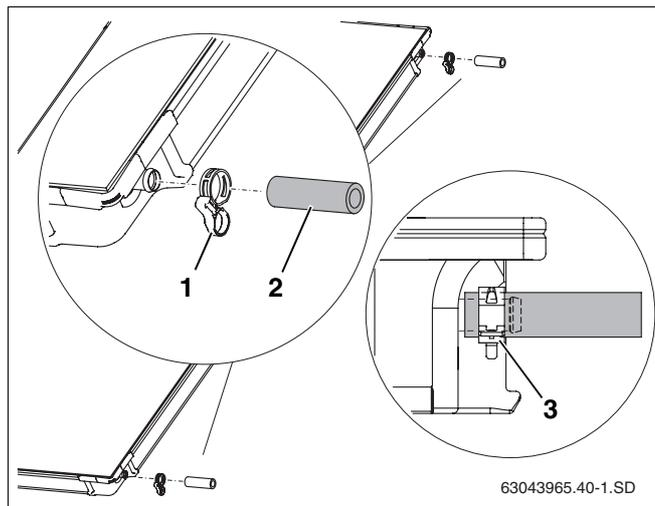

Рис. 39 Предварительный монтаж соединительного комплекта на втором коллекторе
- Надеть шланги 95 мм (рис. 39, **поз. 2**) на правые штуцеры второго и всех других коллекторов.
- Надеть пружинные хомуты (рис. 39, **поз. 1**) на шланг солнечного коллектора (второй хомут будет потом фиксировать подключение другого коллектора).
- Если пружинный хомут установлен правильно, то нужно потянуть фиксирующее кольцо для фиксации соединения (рис. 39, **поз. 3**).